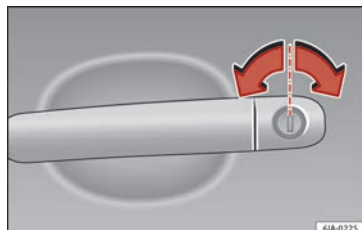

Abb. 3 Fahrtürgriff mit Schließzylinder.
- Schlüsselbart in den Schließzylinder stecken und Fahrzeug ent- bzw. verriegeln **» Abb. 3.**